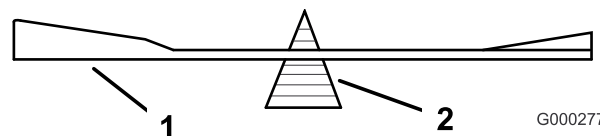

Figura 64
2. Verifique el equilibrio de la cuchilla colocándola sobre un equilibrador de cuchillas (Figura 64). Si la cuchilla se mantiene horizontal, está equilibrada y puede utilizarse. Si la cuchilla no está equilibrada,
rebaje algo el metal en la parte de la vela solamente (Figura 64). Repita este procedimiento hasta que la cuchilla esté equilibrada.